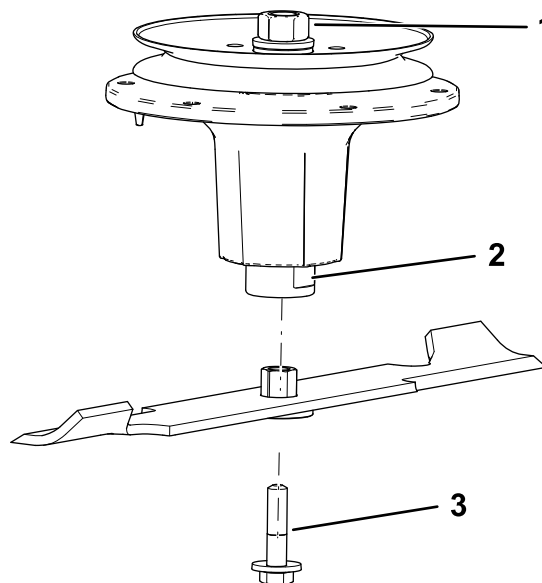

Bild 85
2. Montieren Sie die Buchsen-/Messerbaugruppe auf der Spindelwelle (**Bild 85**).